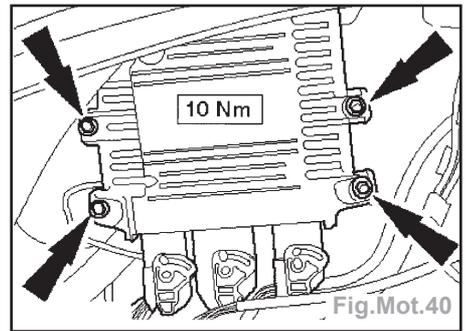

Fig.Mot.40
- Déposer les écrous et les vis de fixation du calculateur (Fig.Mot.40).